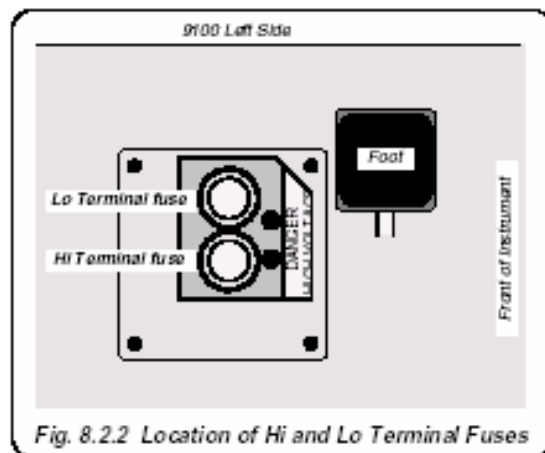

Рис. 8.2.2. Расположение предохранителей клемм Hi и Lo.
- Найдите в углублении две крышечки предохранителей (Рис. 8.2.2) :